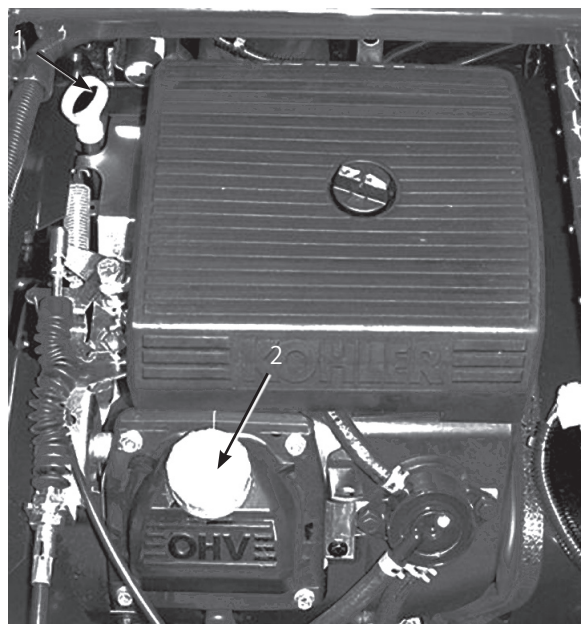

図6
2. ディップスティックを抜き、ウェスで一度きれいに拭く（図6）。ディップスティックを、チューブの根元までもう一度しっかりと差し込む。引き抜いて油量を点検する。
3. 油量が少なければ、バルブ・カバーの上についている補給口（図6）を開け、ディップスティックの Full マークまでオイルを補給する；オイルの種類や粘度の選択については34ページのエンジン・オイルについてを